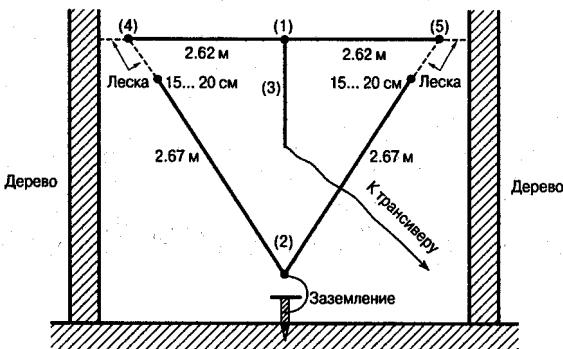

Рис. 2.1. Конструкция антенны-диполя
Антenna состоит из диполя (1) и отражателя (2). Общая длина диполя выбрана 5.24 м, соответственно по 2.62 м на каждое плечо (Рис. 2.1).
Отражатель (2). Выполнен в виде буквы V (Рис. 2.1) из армейской проволоки «полевка», с которой снята изоляция. Его общая длина составляет 5.34 м, т.е. на 10 см больше, чем длина диполя. Отвод к землению от середины.